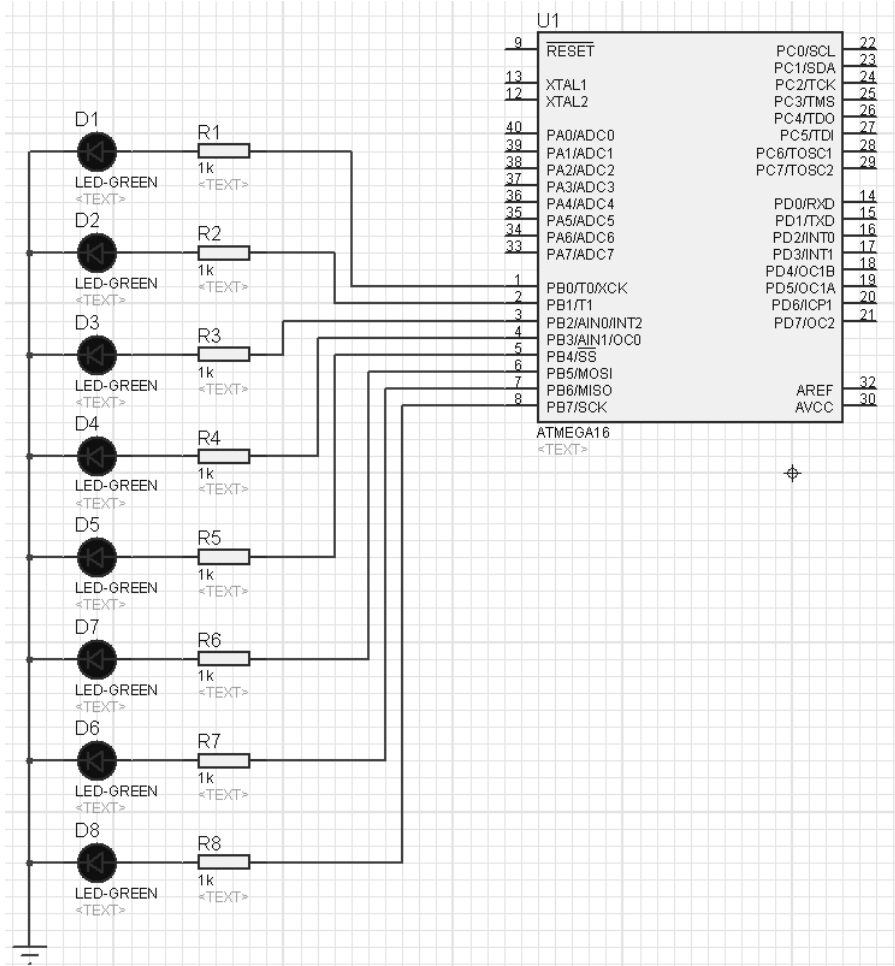

Рис. 4. Приклад створення схеми у програмі Proteus VSM
3. Зберіть схему, що зображена на рис. 4. З'єднуйте компоненти за допомогою лівої кнопки миші. Якщо необхідно розгорніть їх за допомогою правої кнопки миші. Елементи типу "земля" вибираються в режимі INTER SHEET TERMINAL в лівій частині екрана.
5. Зберіть схему, що зображена на рис. 4. Провести симуляцію роботи схеми. Переконайтеся, що система працює відповідно з алгоритмом, наведеним у таблиці.